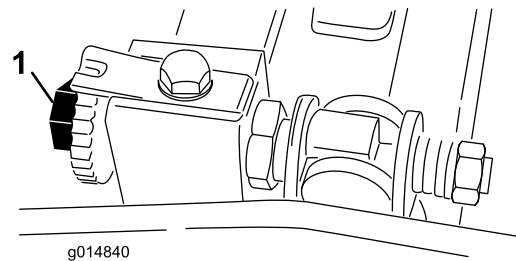

Figure 47
3. Tournez le cylindre pour que la lame croise le bord de la contre-lame entre la tête de la première et la deuxième vis de la contre-lame sur le côté droit de l'unité de coupe (Figure 47).
6. Tournez la vis de réglage droite de la barre d'appui jusqu'à ce que vous sentiez une légère pression (un léger frottement) sur la cale lorsque vous la faites glisser d'un côté à l'autre (Figure 47).